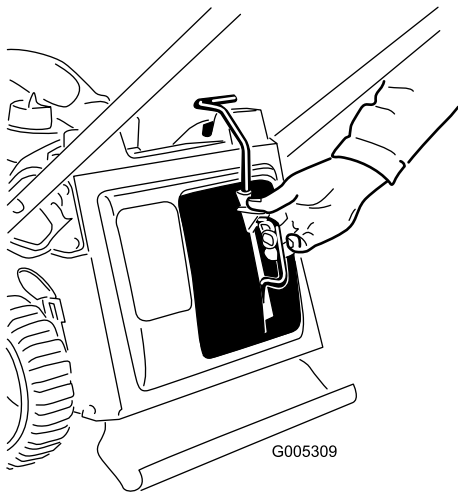

Bild 34
- Setzen Sie den Mulchverschluss ein (Bild 34).